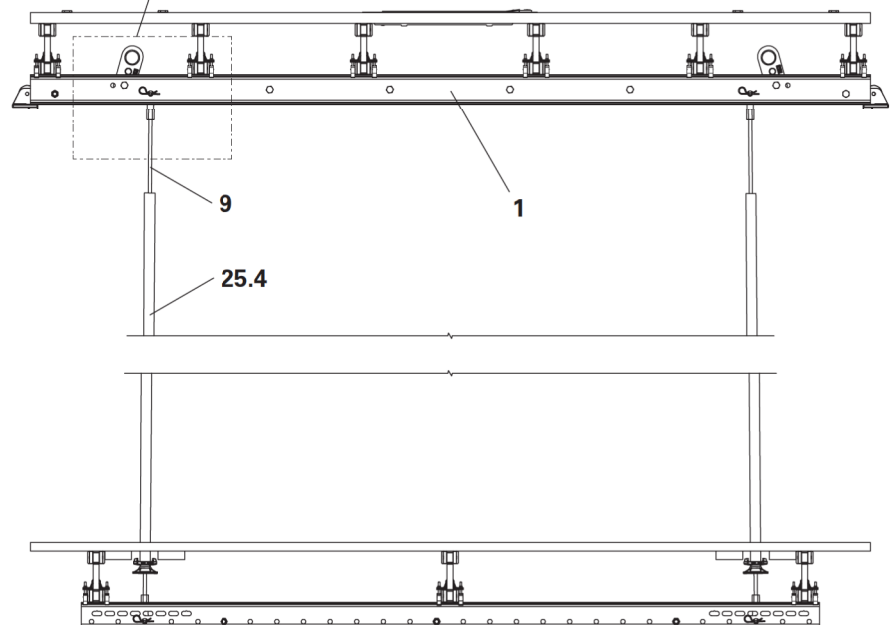

Fig. B5.04
La passerella inferiore viene sospesa mediante quattro tiranti DW 15 (9) al corrente piattaforma BR (1) della piattaforma di ripresa. Il tubo di impalcatura (25.4) viene spinto in alto per impedire l'allentamento accidentale del tirante dai dadi a occhiello. (Fig. B5.04)